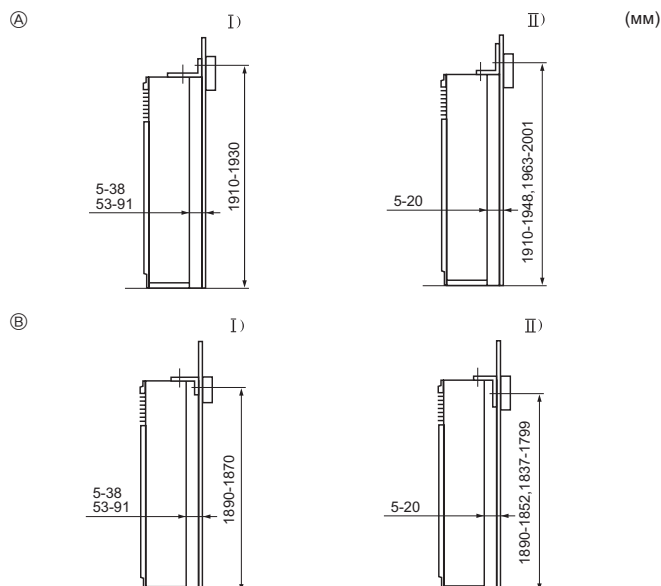

Fig. 3-3
- ① Крепежный кронштейн для предотвращения опрокидывания прибора
Крепежный кронштейн для предотвращения опрокидывания прибора ① устанавливается на верхней панели прибора. Снимите самонарезающие винты ②, и затем по-новому установите кронштейн, как показано на рисунке. Точные значения расстояний, соблюдение которых необходимо при установке, приводится, на Fig. 3-3.
- ② Винт
- E Снимите винт ② и потяните решетку на себя, чтобы снять ее.
3.3. Монтаж крепежного кронштейна для предотвращения опрокидывания прибора (Fig. 3-3)